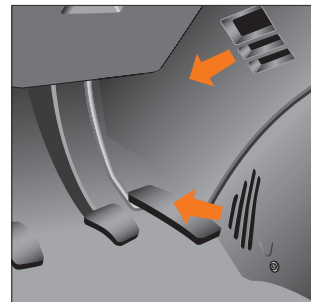

Рис. 59. Нижние решетки подачи воздуха
**Нижние решетки подачи воздуха (рис. 59).** Неподогретый или тёплый воздух подаётся в нижнюю часть салона (в зоны ног водителя и пассажиров).